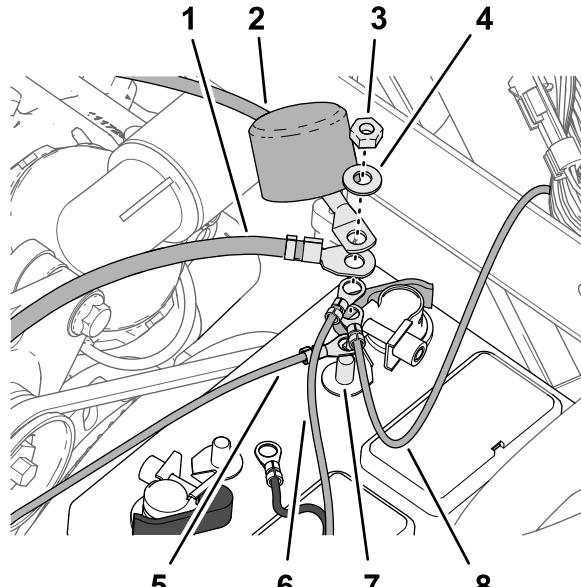

Figura 211
2. Montate i seguenti terminali di fili e cavi sul polo filettato del terminale positivo della batteria (Figura 211) nell'ordine seguente:
4. Allineate la copertura isolante del cavo positivo della batteria fino allo starter sul polo filettato (Figura 211).